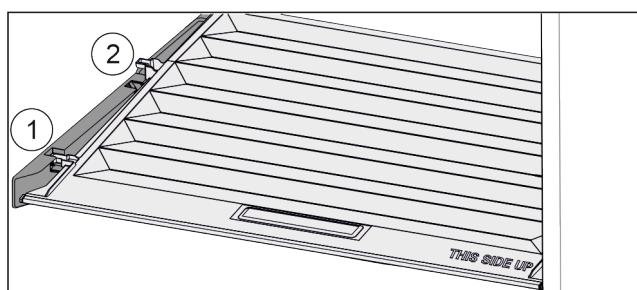

Fig. 137
- Veko potiahnite dopredu až k otvoru v prídržných dieloch Fig. 137 (1).
- Vzadu ho nadvihnite zospodu a zložte smerom nahor Fig. 137 (2).